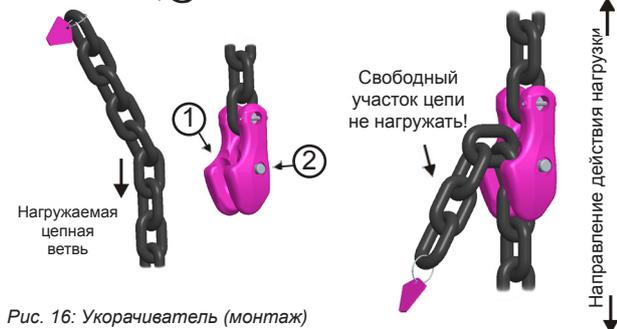

Рис. 16: Укорачиватель (монтаж)
3. Затем вставьте желаемое цепное звено ненагруженной свободной ветви в карман укорачивателя VIP 28, см. Рис. 16, ①.
Держите предохранительный штифт при установке звена нажатым (см. Рис. 16, ②).
Нагружаемая цепная ветвь должна выходить из укорачивателя снизу (см. Рис. 16).